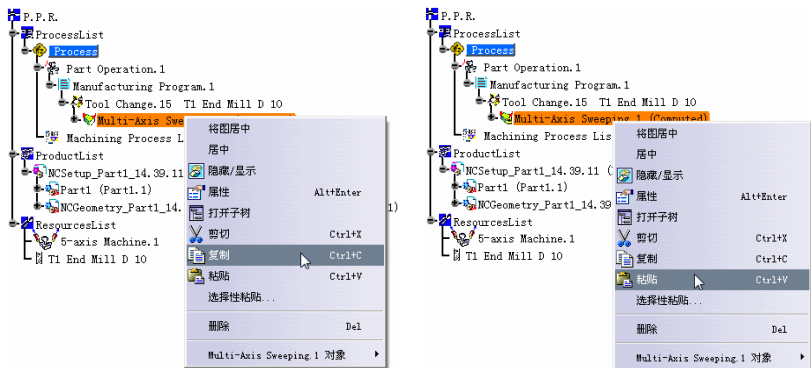

图 4-28 刀具路径复制
2) 刀具路径复制。在特征树上选择“Multi-Axis Sweeping.1”节点，单击鼠标右键在弹出的快捷菜单中选择“复制”命令，然后依次（3 次）选择“粘贴”命令，刀具路径复制如图 4-28 所示。